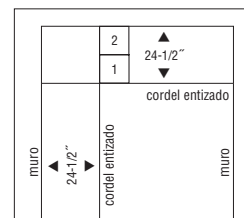

Figura 8
- Coloque la segunda loseta del piso adelante de la primera para obtener 1/2" (13 mm) desde el muro inicial. Delicadamente, acople la lengüeta y la ranura entre la primera y segunda losetas del piso (Figura 8).
- Vuelva a verificar que ambas losetas del piso estén debidamente alineadas con el cordel entizado. Esto es para garantizar un área inicial perpendicular (Figura 8)